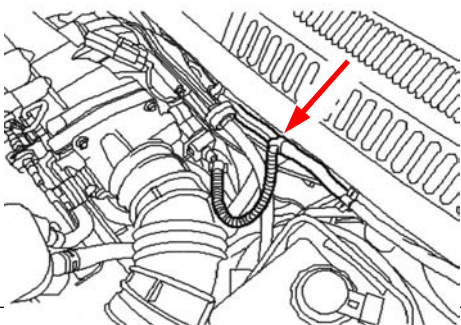

Abb. 5
- Recubrir los cables con cinta aislante e incorporarlos al mazo de cables principal (v. fig. 5).